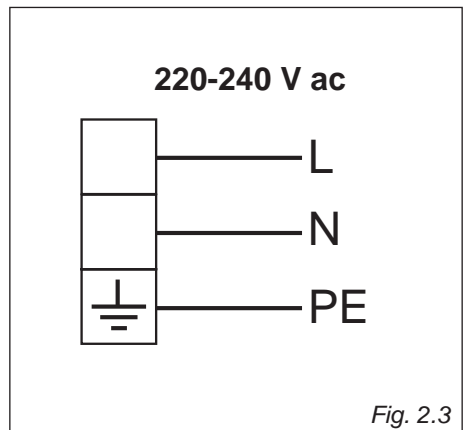

Fig. 2.3
- Connettere i cavi di fase, neutro e di terra alla morsettieria "G" secondo lo schema di fig. 2.3.